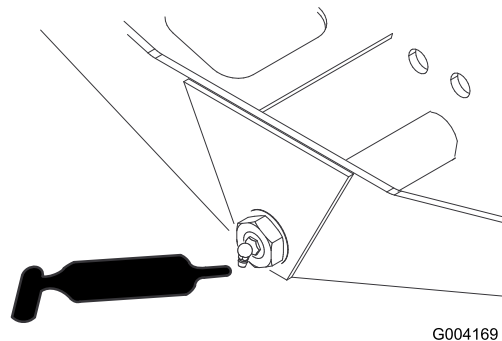

Figure 71
- Pivot de direction d'essieu (1) (Figure 71)